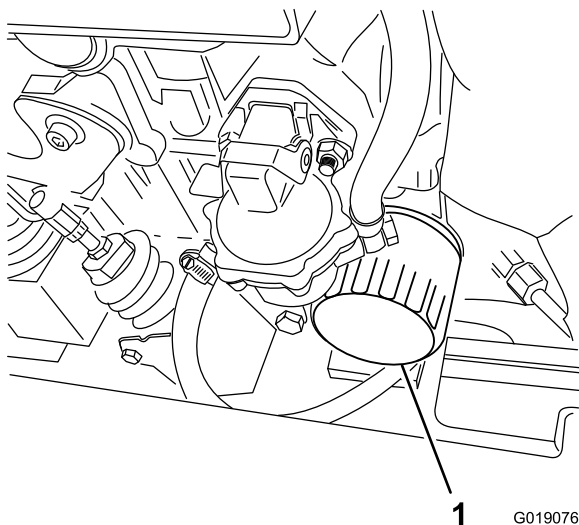

Figure 58
- Placez un bac de vidange peu profond ou un chiffon sous le filtre pour récupérer l'huile (Figure 58).
2. Tournez le filtre à huile dans le sens antihoraire et déposez-le (Figure 58).
5. Posez le filtre à huile de rechange sur l'adaptateur. Tournez le filtre dans le sens horaire jusqu'à ce que le joint touche l'adaptateur, puis donnez 1/2 tour supplémentaire (Figure 58).